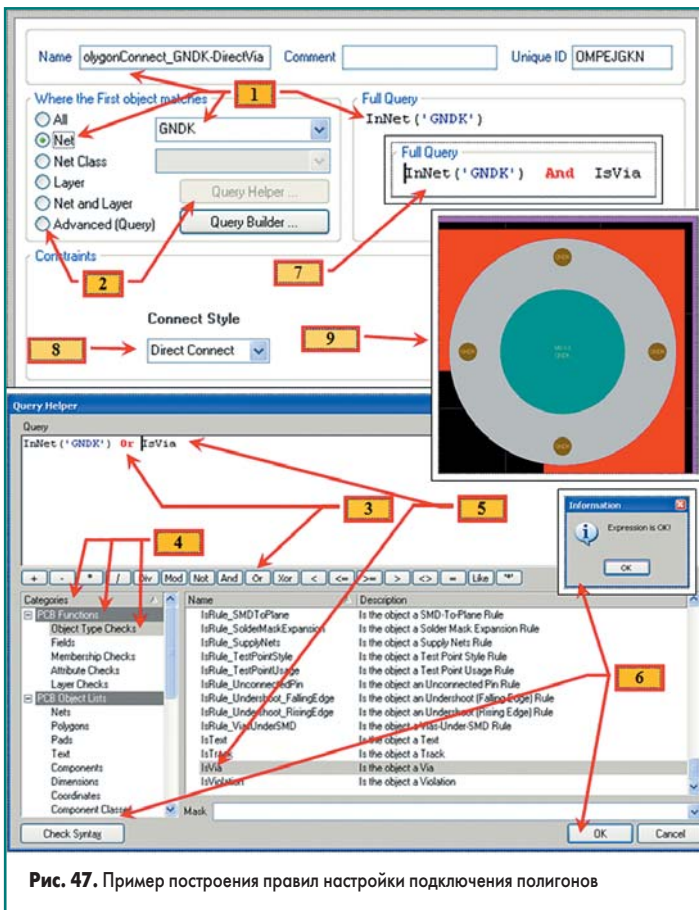

Рис. 47. Пример построения правил настройки подключения полигонов
• **Правило PolygonConnect\_GNDK-DirectVia** для подключения полигона корпусной «земли» к переходным отверстиям (рис. 47). 1. Вводим название правила, указываем объект (**Net**), из выпадающего списка выбираем название **GNDK** и в окне **Full Query** получаем правило — **InNet ('GNDK')**. Однако таких условий недостаточно, так как в этом случае правило будет распространяться и на все **Via** и **Pad**. Нам для **Pad** следует оставить термобарьеры.